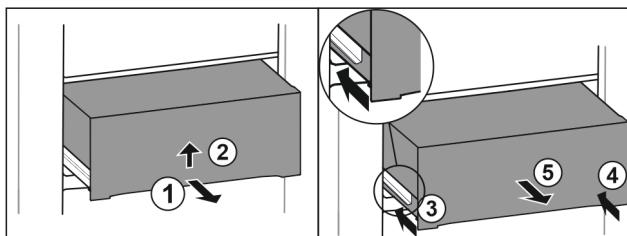

Fig. 32
- Витягніть ящик на половину. Fig. 32 (1)
- Підняти висувний ящик за нижній бік. Fig. 32 (2)
- Вставити ліву рейку. Fig. 32 (3)
- Вставити праву рейку. Fig. 32 (4)
- Вийняти висувний ящик рухом вперед. Fig. 32 (5)